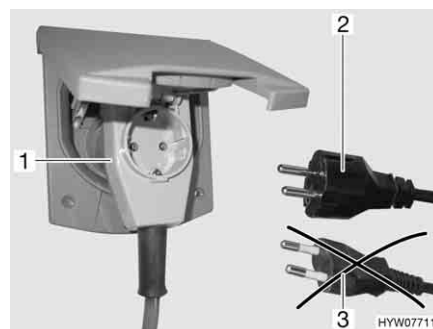

Fig. 69 Collegamento ad un connettore ad angolo provvisto di presa
- Se si impiega un connettore ad angolo CEE 17 provvisto di una presa integrata sulla parte posteriore (Fig. 69,1), utilizzare esclusivamente una spina IP 44 gommatata e sigillata con contatto di terra (Fig. 69,2). Non utilizzare spine senza contatto di terra (Fig. 69,3). Pericolo di scarica elettrica!